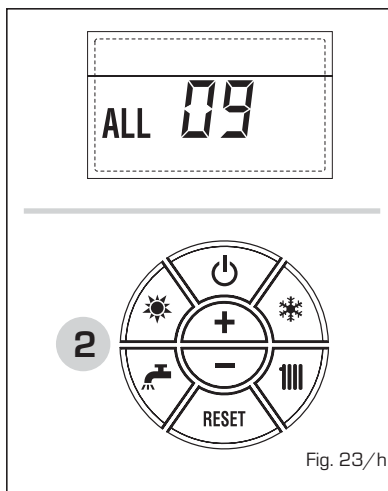

Fig. 23/h
- **ANOMALÍA SONDA AUXILIAR "AL 10"** (fig. 23/i)